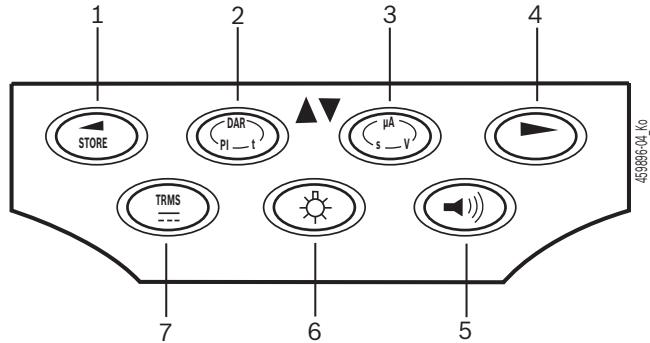

Fig. 3: Funktionsknappar FSA 050
Bakgrundsbelysningen på LCD-displayen kan aktiveras med tillkopplad FSA 050 (fig. 3, pos. 6). Bakgrundsbelysningen kopplar från sig själv automatiskt efter 20 sekunder.
Summern (fig. 3, pos. 5) kan tillkopplas för genomgångsmätning. Symbolen visas på LCD-displayen (fig. 5, pos. 4).
! Vid en Bluetooth-kommunikation visas **bt** (Fig. 5, Pos. 2) under ca. en sekund på LCD-displayen efter tryckning av urvalsknappen ► (Fig. 3, Pos. 4).